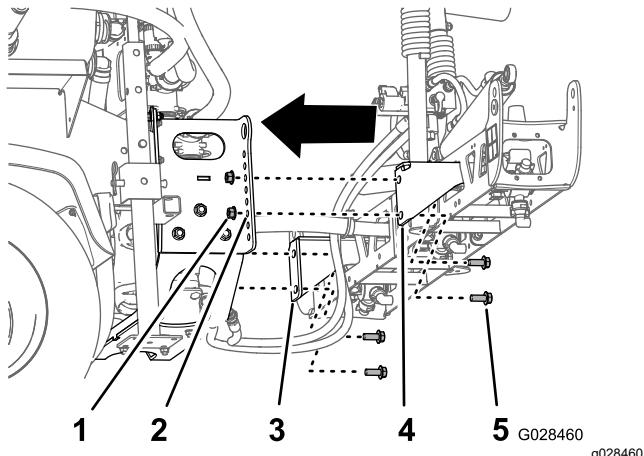

Figure 39
- Alignez le trou inférieur des supports de section de la rampe centrale sur le troisième trou en partant du bas des supports de rampe sur le cadre du patin du pulvérisateur, comme montré à la Figure 39.